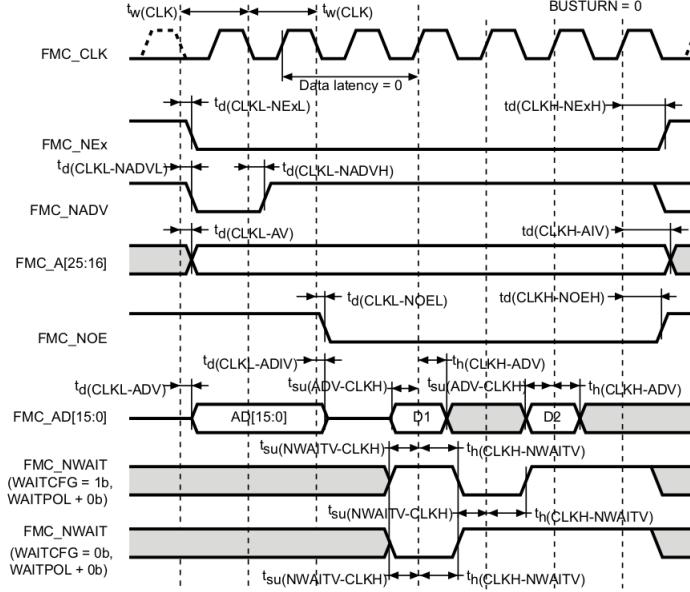
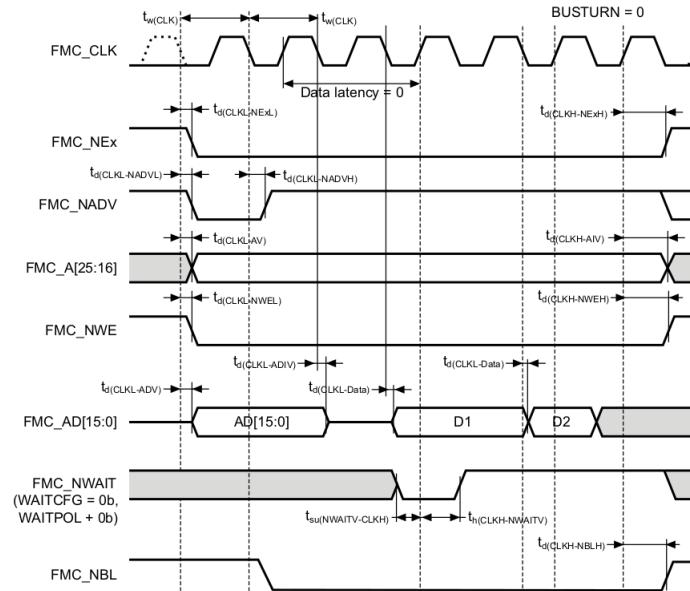

Figura 1: Diagramma temporale del bus FMC - Lettura
Figura 2: Diagramma temporale del bus FMC - Scrittura
- FMC: Il protocollo utilizzato è quello presente nel Flexible Memory Controller (FMC) del microcontrollore STM32L496. Esso è un protocollo basato su un bus parallelo semi-sincrono, con indirizzi/dati multiplexati, e possibilità di accessi a burst. Nella figura 1, estratta dal datasheet del microcontrollore impiegato in questo esperienza come master, è visibile il diagramma temporale dei segnali per un ciclo di lettura. Analogamente nella figura 2 gli stessi segnali sono visibili per un ciclo di scrittura. Si ipotizzi che il bus abbia una frequenza di clock pari a 10 MHz. I segnali da utilizzare sono: